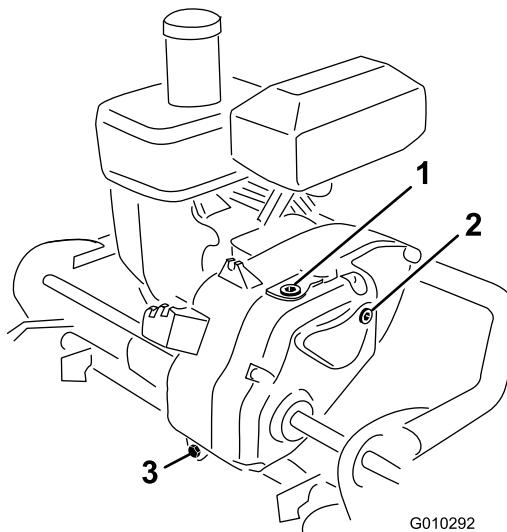

Figura 28
2. Retire el tapón de verificación del lado derecho de la transmisión (Figura 28). El nivel de aceite debe llegar al borde inferior del orificio. Si no es así, retire el tapón de llenado de la parte superior de la transmisión, y añada suficiente aceite del tipo correcto para que el nivel llegue al borde inferior del orificio de verificación.
2. Retire el tapón de vaciado de la parte trasera de la transmisión (Figura 28).
3. Empuje el manillar hacia abajo e incline la máquina hacia atrás. Retire los tapones de llenado y de verificación de la transmisión (Figura 28).